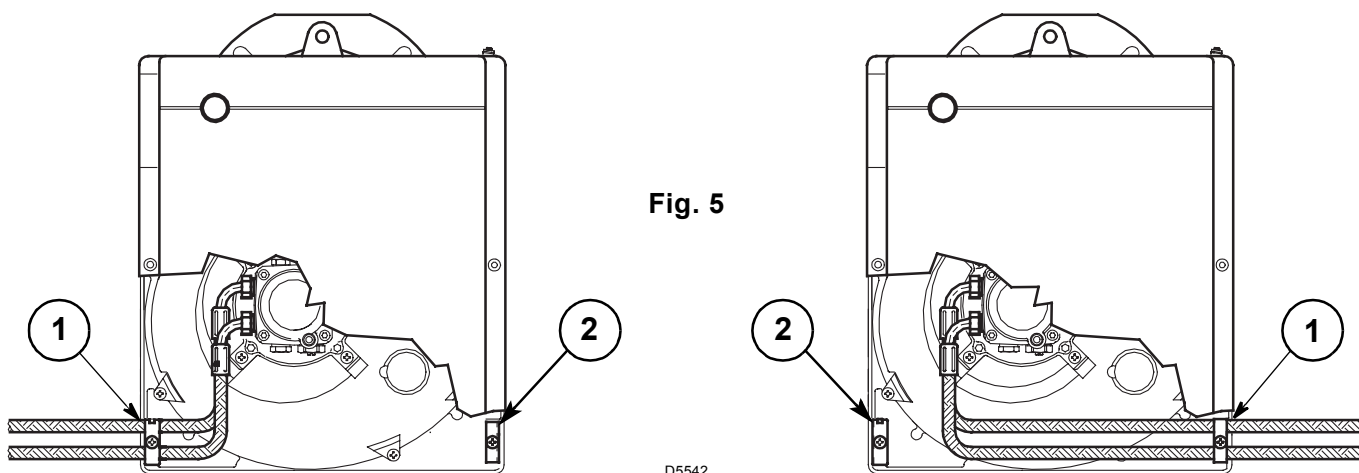

Fig. 5
Le brûleur est prééquipé pour recevoir les tubes d'alimentation du fioul des deux cotés. Selon que la sortie des flexibles est à droite ou à gauche, il peut y avoir lieu de changer l'emplacement de la plaque de fixation (1) avec celle d'obturation (2), (voir fig. 5).